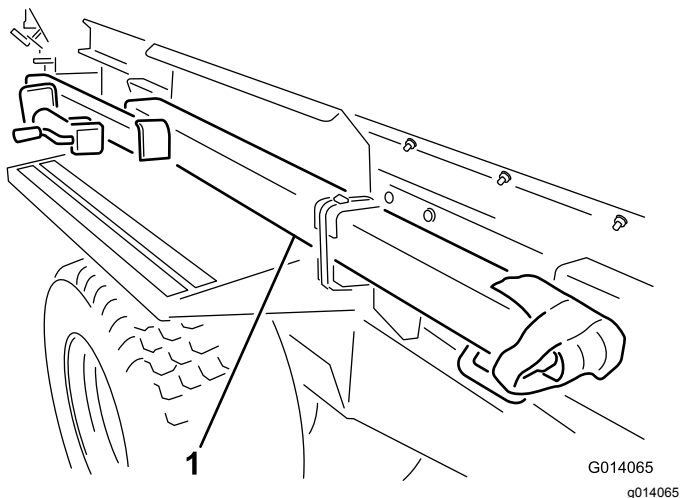

Figura 3
3. Rimuovete l'attacco di traino dalla posizione di spedizione tagliando entrambe le reglette che lo fissano al parafrangente (Figura 3). Rimuovete entrambe le staffe di montaggio dal parafrangente ed eliminatele.